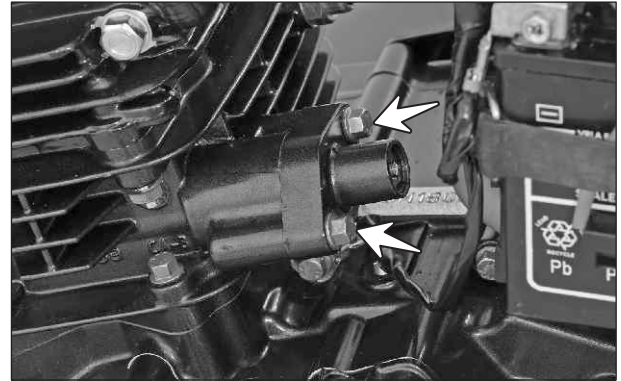

Fig. 3.31
- Retire los 2 tornillos hexagonales (M6x25) del tensionador de la cadena y retírelo junto con el *O-ring*. (Fig. 3.31)